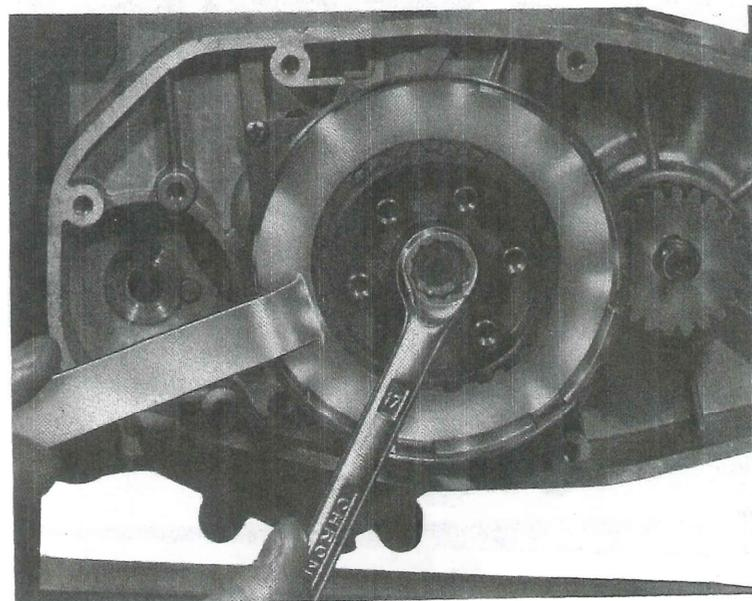

Fig. 18 - Sbloccaggio dado fissaggio tamburino
- Rimuovere il dado che blocca il «Tamburino porta dischi frizione», usando una normale chiave da 17 mm.- Nel compiere questa operazione, trattenere fermo il tamburino stesso, con la stessa chiave speciale usata nella precedente operazione (fig. 18).